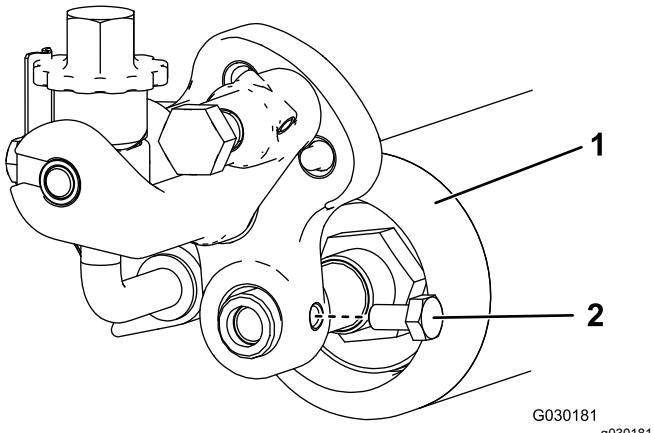

Figura 14
6. Inserte el eje del rodillo en el brazo de ajuste derecho y sujetelo provisionalmente con un perno corto (Figura 14).
- Centre el rodillo entre los brazos de ajuste y apriete los pernos de montaje (Figura 14).